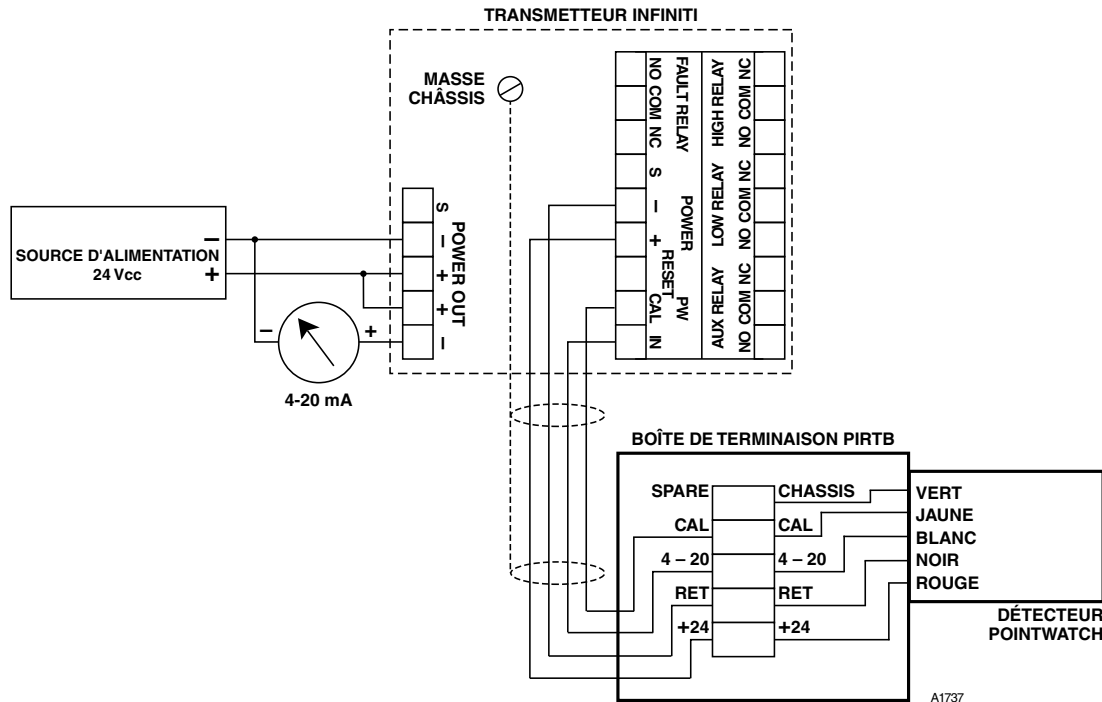

Figure 22—Séparation du Capteur avec Transmetteur Infiniti U9500 et PIR9400
2. Connecter les fils du détecteur au bornier de la boîte de terminaison comme indiqué en Figures 22 et 23.
5. En cas d'utilisation avec le Transmetteur Infiniti U9500, monter et câbler le Transmetteur Infiniti comme indiqué en Figure 22 et comme décrit dans le Manuel d'Instruction de l'Infiniti U9500.